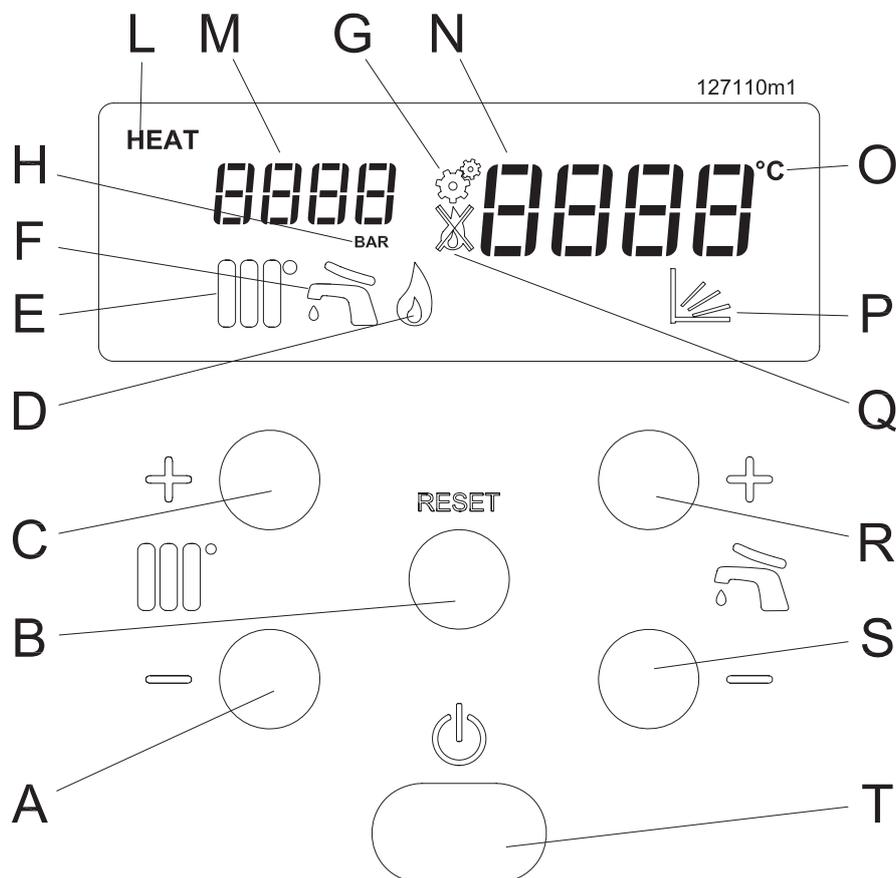

Figure 7-1 - Panneau porte-instruments
LÉGENDE DE LA FIGURE 7-1
Si la pression à l'intérieur du circuit de chauffage descend en dessous de 0,8 bar, le cadran "N" de la figure 7-1 affiche **F ILL** pour indiquer qu'il faut rétablir la pression correcte. La procédure est la suivante:
- 2.- vérifier la pression sur le cadran "M" de la figure 7-1. La pression doit atteindre 1,5 bar (l'indication **F ILL** doit disparaître);
sur les touches + et -. En appuyant sur l'une des deux touches, le cadran "N" de la figure 7-1 se met à clignoter et affiche la température réglée. La plage des valeurs admises pour la température du sanitaire va de 40°C à 70°C. En appuyant
sur la touche - en dessous de 40°C, la mention **OFF** s'affichera pour indiquer l'extinction du service sanitaire, indiquée également par l'extinction de l'icône "F" (voir la figure 7-1).